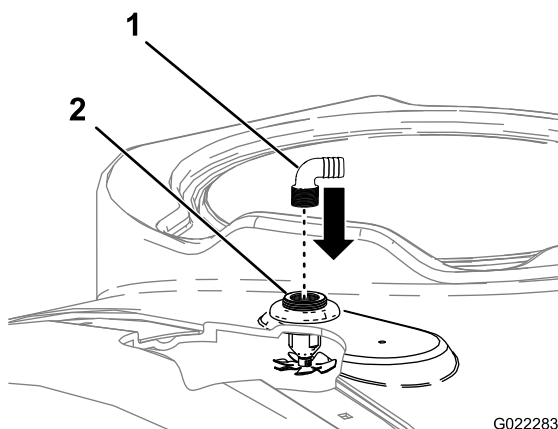

図 7
4. すすぎノズル・バルクヘッドの、ねじ切りされている開口部にすすぎノズル・ホースバーブ（2個）を取り付ける（図 7）。